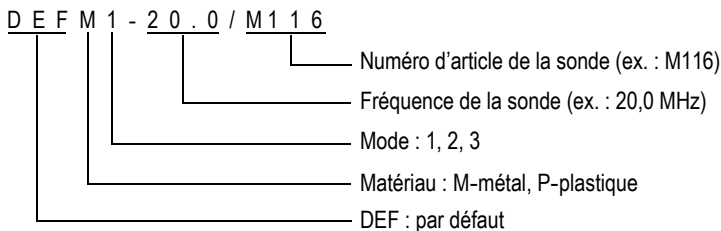

Figure 5-3 Sélection de la configuration par défaut d'une sonde monoélément
- c) Dans la liste de configurations par défaut disponibles qui apparaît dans l'écran **PAR DÉFAUT** du type de sonde que vous utilisez (voir l'exemple de la Figure 5-3 à la page 83), sélectionnez la configuration de la sonde que vous utilisez.